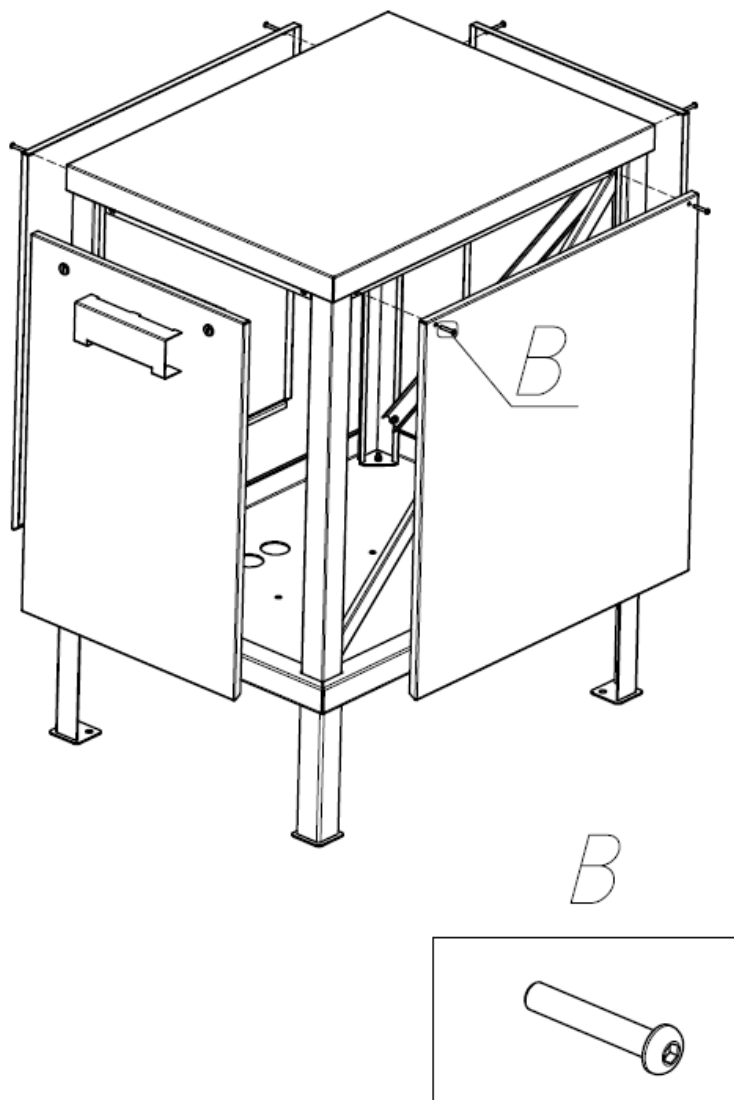
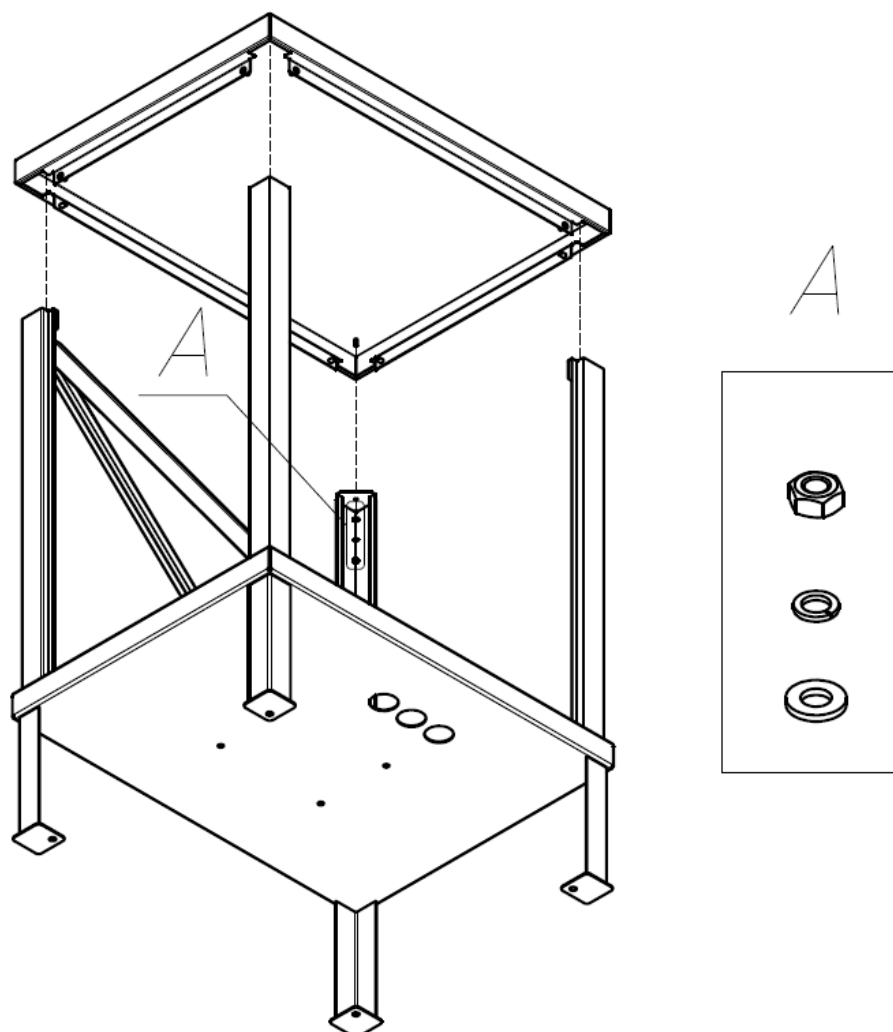

рис.11.1
рис.11.2
2.11 Снять с кожуха гидростанции съемные панели (рис. 11.1). Затем снять крышку (рис.11.2) Установить гидростанцию внутрь кожуха в соответствии с инструкцией гидростанции. Кожух собрать после завершения пуско-наладочных работ, сборку производить в обратном порядке.